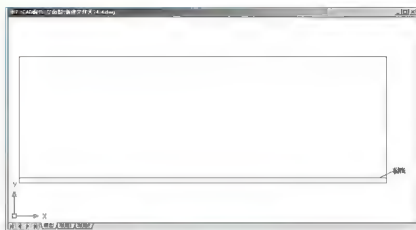

图 4.4 偏移生成勒脚线
- ④ 单击【修改】工具栏上的【偏移】图标,启动【偏移】命令,将最下面的水平线向上偏移600mm,结果如图4.4所示。